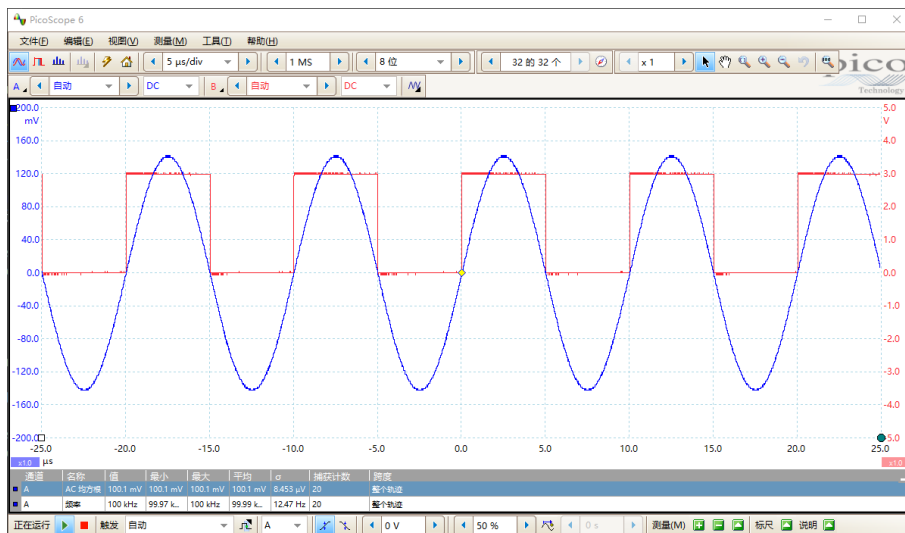

图 93. 待测信号波形图
3. 打开函数信号发生器电源，将参数设置为“波形：正弦波”、“幅值： $100\text{ mV}_{\text{rms}}$ ”、“频率： 100 kHz ”、“输出阻抗：高阻”、“同步接口：打开”，待测信号和同步信号的波形图如图93所示：